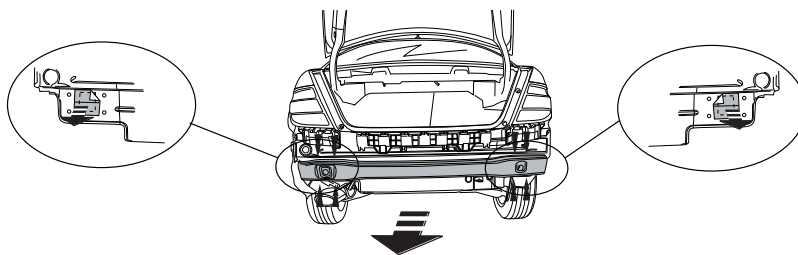

Fig. 1
1. Снять оба блока задних фар. Снять бампер вместе со стальным буферным брусом автомобиля; буферный брус больше не понадобится. См. рисунок 1.